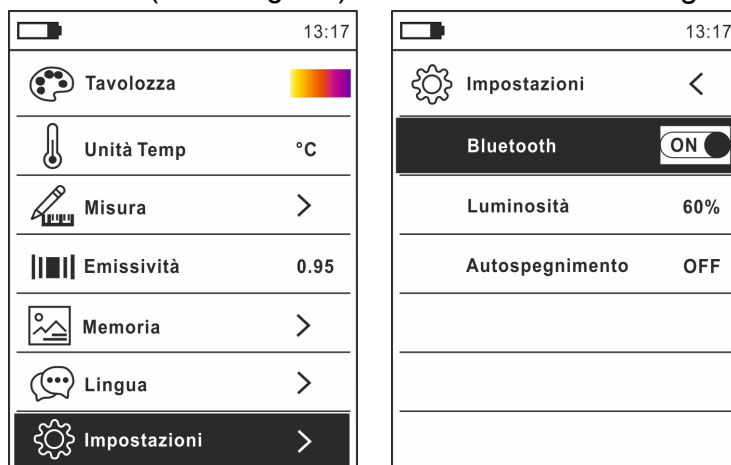

Fig. 19: Attivazione collegamento Bluetooth
1. Premere il tasto , selezionare il menu "Impostazioni" e attivare il collegamento Bluetooth sullo strumento (vedere § 5.2) come mostrato nella Fig. 19